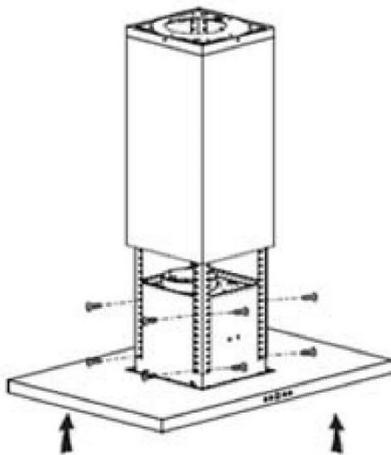

Abb. 6
7. Halten Sie die Haube hoch und verbinden Sie das Gehäuse mit 16 Stück M4*10 mm großen Flachschrauben mit dem Winkeleisen, siehe Bild 6.